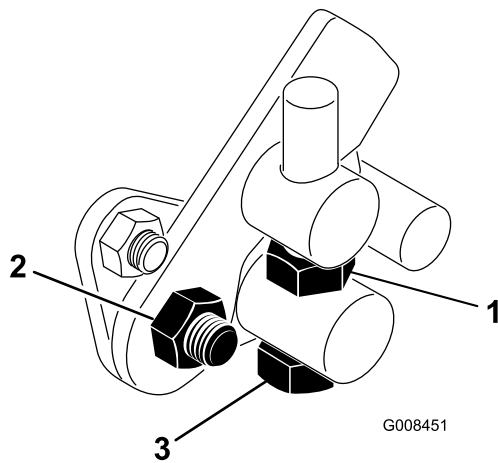

Figura 44
1. Allentate il controdado sul bullone di articolazione (Figura 44).
4. Serrate il controdado sul bullone di articolazione e il dado sul perno del pedale per fissare la regolazione (Figura 44). Controllate la messa a punto, e all'occorrenza ripetete la regolazione.